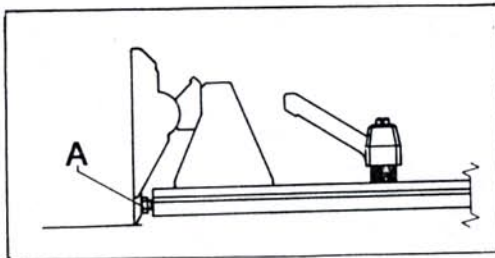

Fig. 13
To avoid, that each time the 90° angle check must be made, an adjustable stop-screw (A) has been provided. Once properly adjusted, the fence will be set to its 90° angle position each time. (Fig. 13).
Per evitare dei controlli continui dell'angolo, è stata prevista una vite d'arresto regolabile (A). Una volta regolata, la battuta riprenderà automaticamente la posizione di 90° (Fig. 13).
Une vis d'arrêt réglable avec contre-écrou assure l'angle constant 90°, une fois réglée. (Fig. 13).
Eine Anschlagsschraube dient dazu, die korrekte 90° Stellung ein für alle mal zu sichern. (Fig. 13).
Om niet steeds deze 90°-hoek te moeten controleren werd een regelbare aanslag-schroef (A) aangebracht. Eenmaal juist geregeld, zal de langsgelider steeds onder een hoek van 90° staan (Fig. 13).